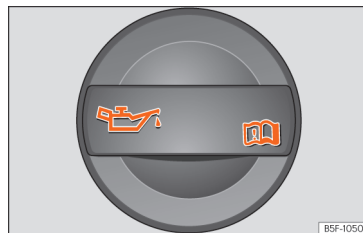

Abb. 187 Deckel der Motoröl-Einfüllöffnung im Motorraum.
- Suchen Sie den Motoröl-Einfüllstutzen. Sie erkennen ihn an dem Symbol  auf dem Deckel » (Abb. 187).
- Schrauben Sie den Deckel der Motoröl-Einfüllöffnung ab » (Abb. 187).